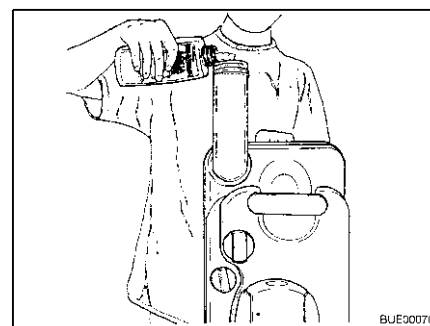

Fig. 154 Rifornimento di liquido sanitario
- Versare la quantità indicata di liquido sanitario nel serbatoio fecale (Fig. 154).